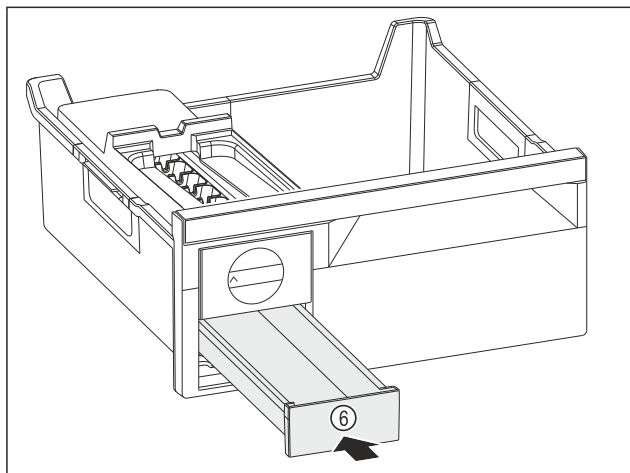

Fig. 146
- Umetnite Fig. 146 (6) pretinac za kockice leda.